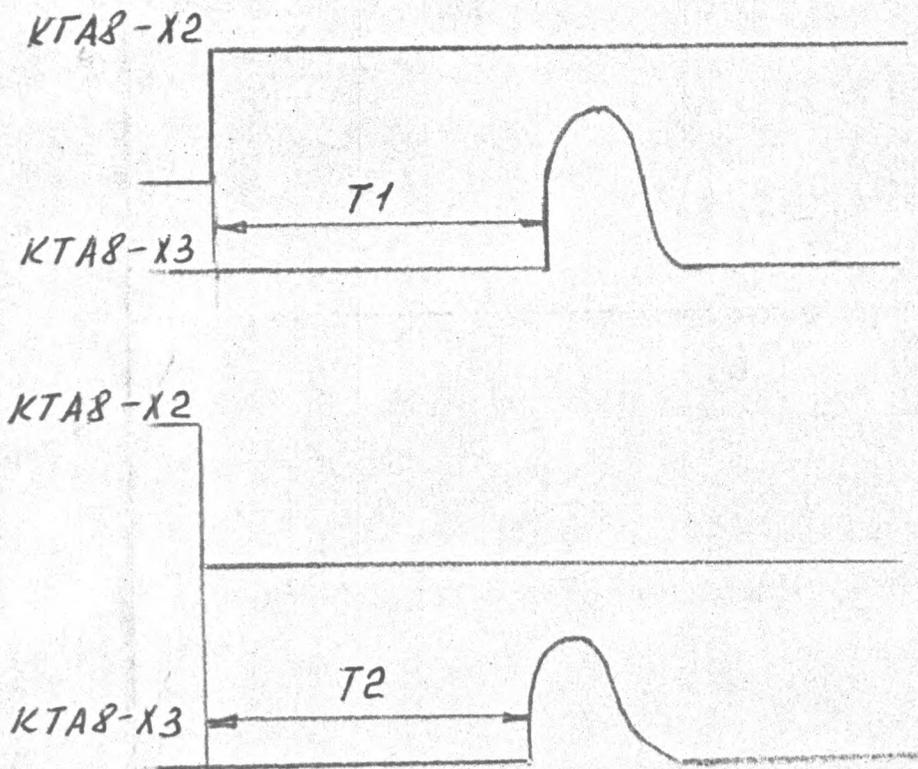

РИС. 7.4
7.5.3.1. ВКЛЮЧИТЕ ВМ В РЕЖИМ "ВОСПРОИЗВЕДЕНИЕ". ПРОКОНТРОЛИРУЙТЕ ФАЗУ ИМПУЛЬСОВ ЗАМЕЩЕНИЯ В К.Т.A8-X3 ОТНОСИТЕЛЬНО ПОЛОЖИТЕЛЬНОГО И ОТРИЦАТЕЛЬНОГО ФРОНТА ИМПУЛЬСОВ В К.Т.A8-32, КАК ПОКАЗАНО НА РИС. 7.4.